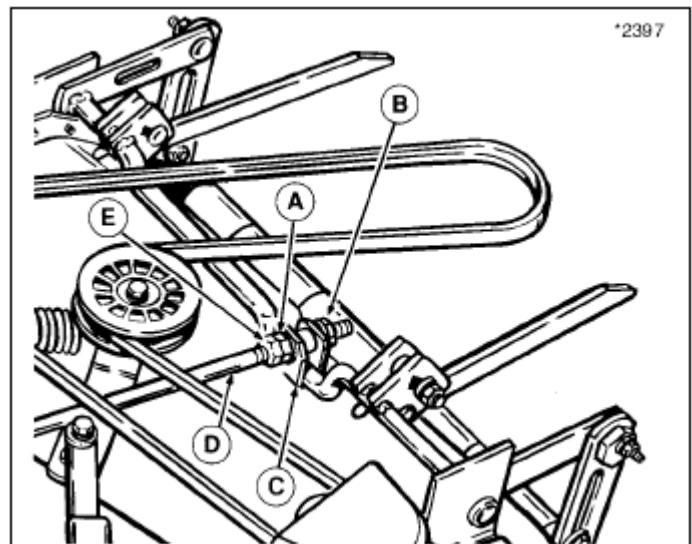

図 29 前後のレベル調節
- 図 29 のように、ジャムナット（E）を緩めます。モアデッキの後部を下げる為に、レベリングロッド（D）を固定しているナット（B）を緩めます。デッキ後部を上げる為には、レベリングロッド（D）を短くします。適切なレベル測定をする為には、ブラケットに対してナット（A）を締めながら調節して下さい。次に、ナット（A）に対して、ジャムナット（E）を締めて下さい。